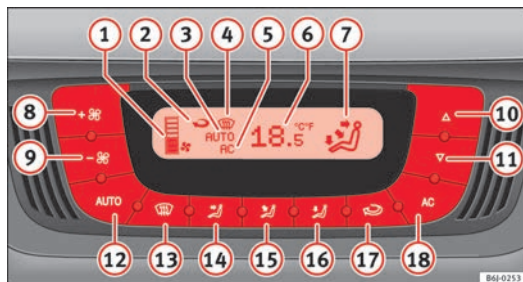

Abb. 95 In der Instrumententafel: Bedienelemente Climatronic
- Drücken Sie die Tasten  und  ⇒ Abb. 95, um die Temperatur einzustellen.
- ④ Defrost-Anzeige
- ⑤ Anzeige AC (Klimaanlage ist eingeschaltet)
- ⑥ Anzeige der gewählten Innenraumtemperatur
- ⑦ Anzeige der Luftstromrichtung
- ⑧ Erhöhung der Gebläseleistung
- ⑨ Verringerung der Gebläseleistung
- Drücken Sie die Taste **AUTO**. Die Anzeige **⇒ Abb. 95 ⑦** erscheint.
- Drücken Sie die Tasten **⑩** und **⑪** **⇒ Abb. 95**, um die im Fahrzeuginnenraum gewünschte Temperatur einzustellen. Es wird empfohlen, eine Temperatur von 22 °C (72 °F) einzustellen.
- Drücken Sie eine der Tasten ⇒ Abb. 95 (14) bis (16) oder drücken Sie den Gebläseregler (8) und (9). Die Anzeige (3) erlischt.
Das Gebläse kann mit den Tasten (8) und (9) eingestellt werden ⇒ Abb. 95. Ist das Gebläse ausgeschaltet (am Display wird keine Gebläsestufe (1) angezeigt) und die Taste (9) gedrückt gehalten, wird die Climatronic ausgeschaltet. Dies wird durch **OFF** im Display angezeigt.
- Drücken Sie die Taste (24), um den Umluftbetrieb ein- oder auszuschalten. Der Umluftbetrieb ist eingeschaltet, wenn das Symbol (25) ⇒ Abb. 95 im Display angezeigt wird.